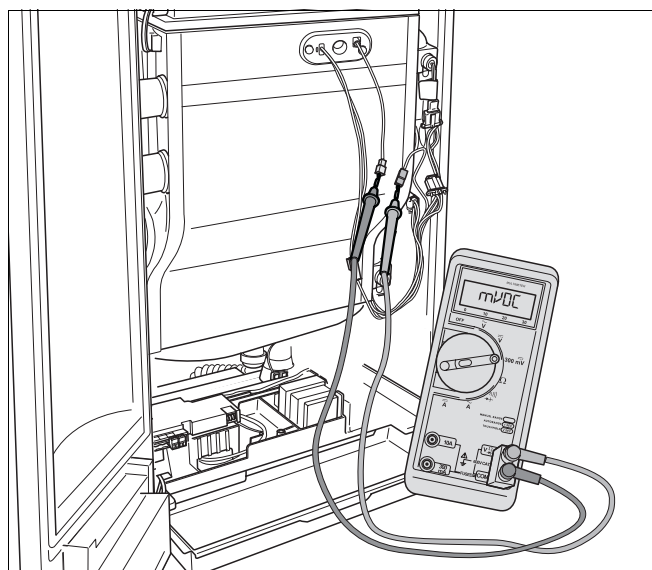

Рис. 91 Измерение тока ионизации
- Подключить измерительный прибор в разрыв кабеля последовательно (рис. 91). Выбрать на измерительном приборе диапазон постоянного тока  $\mu\text{A}$ . Разрешение измерительного прибора должно быть не менее  $1 \mu\text{A}$ .